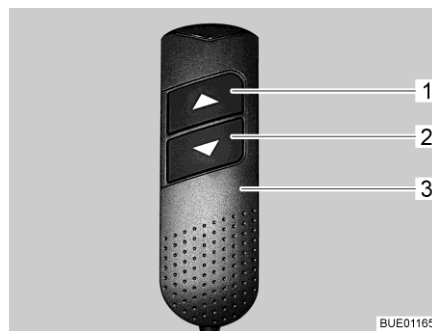

Bild 102 Bedienteil (Hubbett)
- Am Bedienteil (Bild 102,3) beide Pfeiltasten (Bild 102,1 und 2) gleichzeitig drücken und so lange gedrückt halten, bis das Hubbett ganz nach unten gefahren ist. Nach dem Loslassen der Tasten ertönt zur Bestätigung ein Piepton.
- Am Bedienteil (Bild 102,3) die untere Pfeiltaste (Bild 102,2) drücken und so lange gedrückt halten, bis das Hubbett in die Endstellung nach unten gefahren ist.
- Am Bedienteil (Bild 102,3) die obere Pfeiltaste (Bild 102,1) drücken und so lange gedrückt halten, bis das Hubbett in die Endstellung nach oben gefahren ist.
- Hubbett mit den Pfeiltasten (Bild 102,1 bzw. 2) kurz in der entgegengesetzten Richtung fahren.